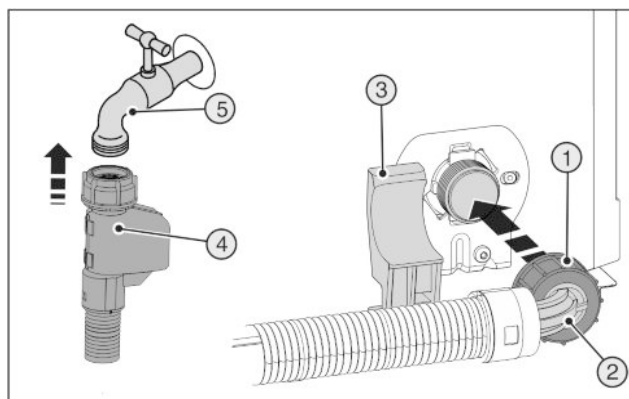

Fig. 21
- Racordați capătul drept al furtunului Fig. 21 (4) la robinetul de închidere Fig. 21 (5).